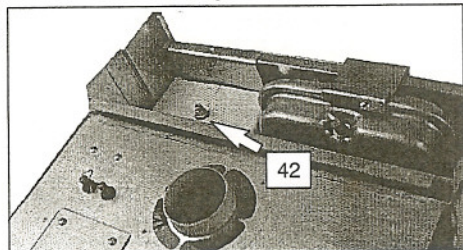

fig. 9.5
- 3 Para facilitar el vaciado del circuito de calefacción, alojar la válvula de purga del mini acumulador 42 en la fig. 9.5